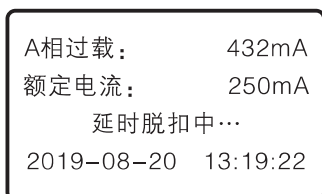

图8
- 过载延时脱扣：出现当前任意相电流值超过额定电流值的1.3倍时，保护器自动显示告过载参数，过载延时显示如图8所示。